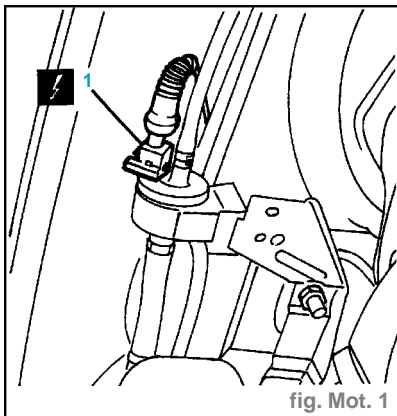

fig. Mot. 1
- Débrancher la connexion électrique au niveau de l'électrovalve de récupération des vapeurs de carburant (1) (fig. Mot.1).